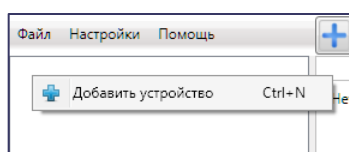

Рисунок 5.4 – Регистрация контроллера вручную
- щелкните правой кнопкой мыши по свободному месту в области дерева устройств программы *Конфигуратор Профессионал* (см. 5.3) и в появившемся меню выберите *Добавить устройство* (см. рисунок 5.4);